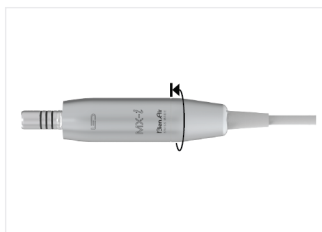

FIG. 4
- Håll ordentligt i motorn och skruva på kabelhylsan helt på den bakre motoranslutningen. **FIG. 4**.